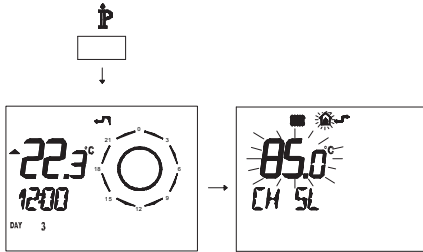

Figura 5.37
- Pulse durante más de 3 segundos el botón  para entrar en la modalidad **INFO** (Figura 5.37).